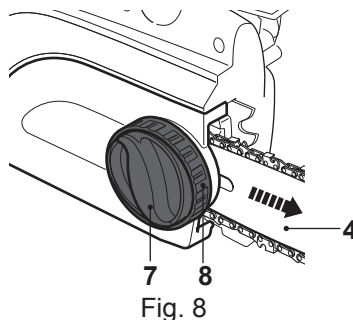

Fig. 8
- > Tournez la molette de tension [8] jusqu'à ce que les maillons d'entraînement touchent juste le bord inférieur du guide-chaîne [4] (Fig. 8).